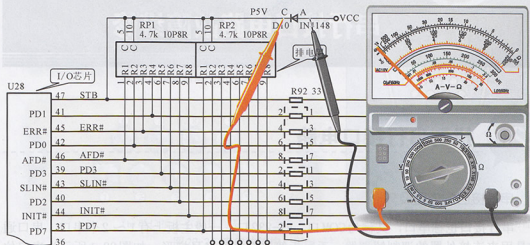

图21-12 检测二极管的正向阻值
(1) 将万用表调至“ $R \times 1k$ ”挡，并将红表笔接二极管的负极，黑表笔接正极。测得正向阻值为无穷大，如图21-12所示。